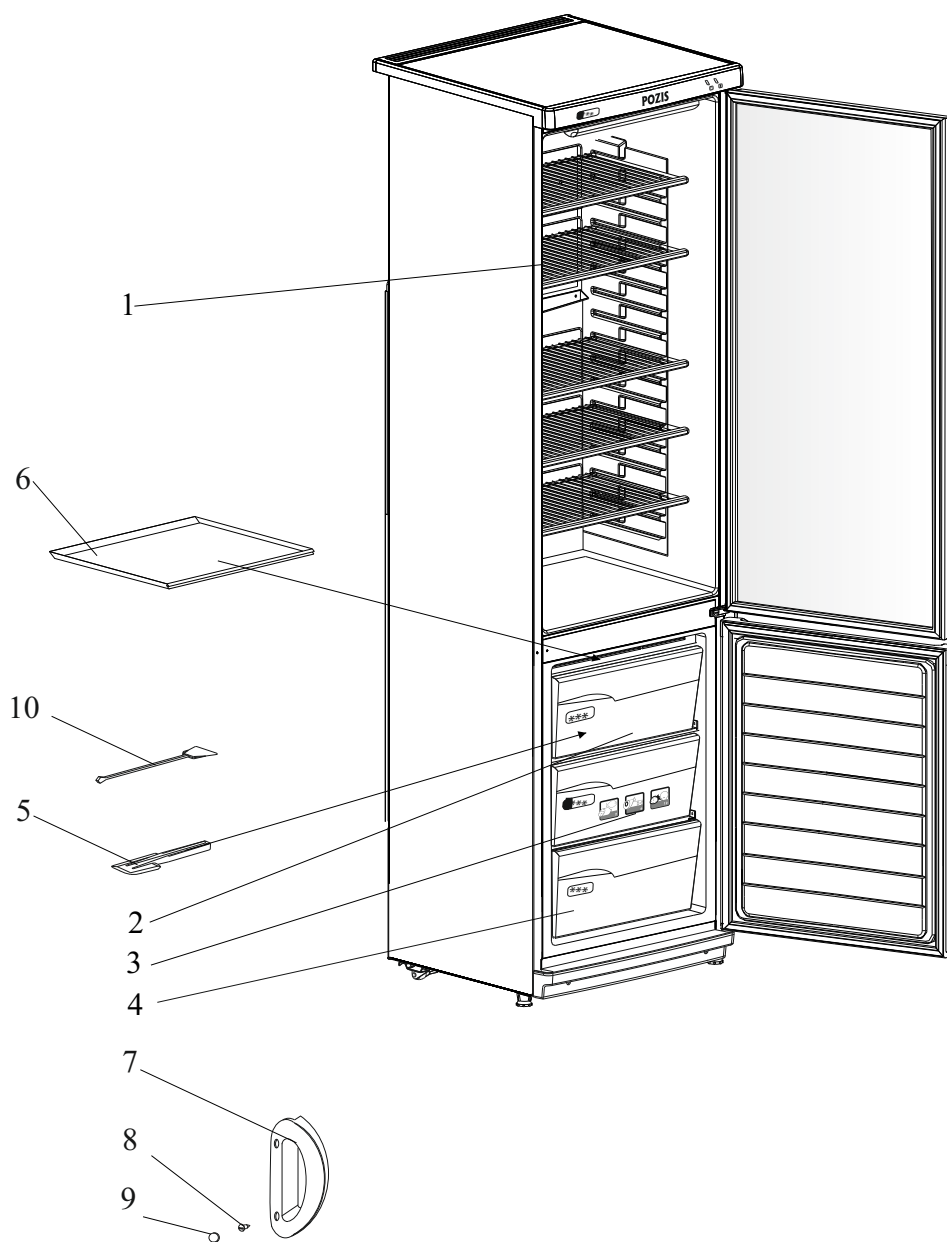

Рис.1 Расположение съемных деталей холодильника-морозильника
6.7 Установите комплектующие изделия в холодильник-морозильник согласно рис. 1.